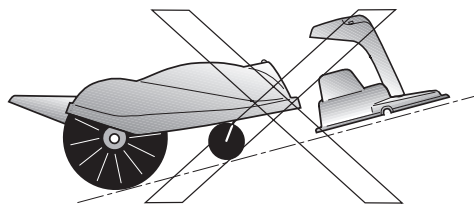

Abb.1
- Die Ladestation darf nicht an einem Hang stehen (Abb. 1).